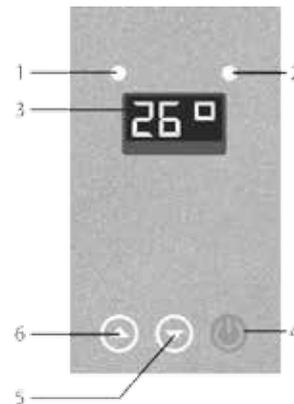

Рис. 15
1. При первом запуске в работу или после длительного перерыва в эксплуатации водонагревателя, заполните его водой, для чего откройте запорный кран подачи холодной воды и убедитесь, что на выходе воды в точке потребления устойчиво течет холодная вода, после чего включите электропитание прибора, при этом на панели управления заморгает индикатор питания 1 (см. рис. 15).
2. Для включения прибора нажмите кнопку «» на панели управления, при этом индикатор питания 1 (см. рис. 15) будет гореть постоянно.
4. Поток воды контролируется краном на входе или на выходе воды из водонагревателя. При наличии протока и давления воды не менее 0,1 МПа включение нагрева происходит автоматически (если прибор включен), при этом загорается индикатор нагрева 2 на панели управления (см. рис. 15).
7. Для выключения водонагревателя можно закрыть проток воды на входе или на выходе из прибора, электронный датчик протока автоматически разомкнет цепь подачи электроэнергии к нагревательному элементу, при этом погаснет индикатор нагрева 2 на панели управления (см. рис. 15), а индикатор питания 1 будет моргать. Для последующего включения нагрева достаточно вновь открыть кран подачи или выхода воды.